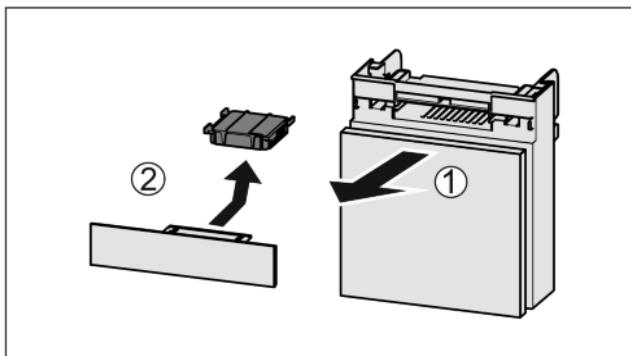

Fig. 49
- ▶ Fach nach vorne herausziehen Fig. 49 (1).
- ▶ Aktivkohlefilter entnehmen Fig. 49 (2).